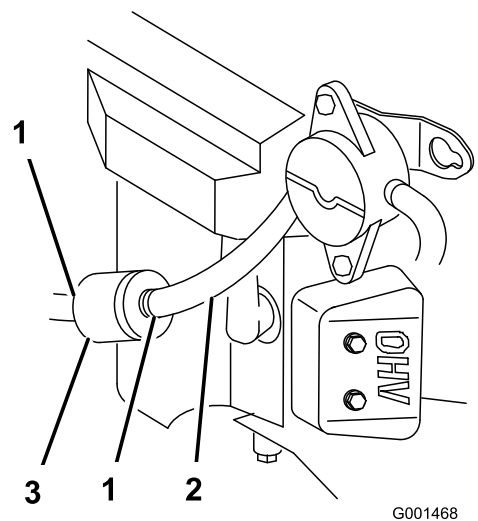

Figura 38
4. Apriete los extremos de las abrazaderas y deslícelas por el tubo alejándolas del filtro (Figura 38).